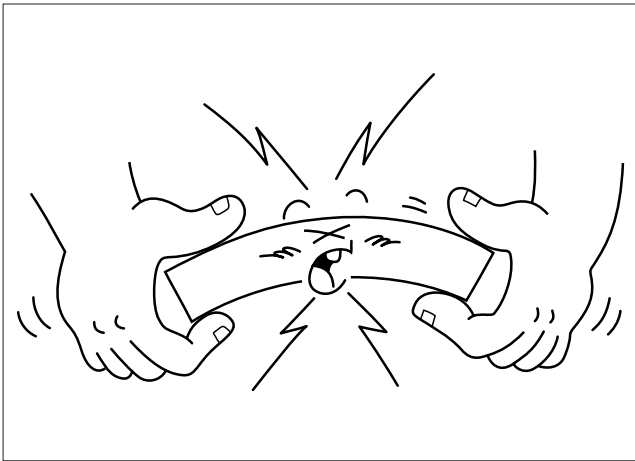

図1-1
Acoustic Emission (AE)とは、直訳すると「音響の放出」であり、その定義は、「材料が変形あるいは亀裂が発生する際に、材料に蓄えられていたひずみエネルギーを弾性波として放出する現象」である。(図1-1)